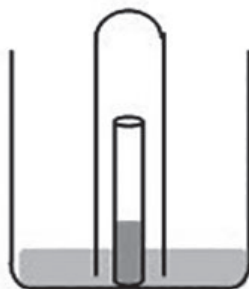

Figura 6. Tubo invertido para capturar hidrógeno.
- Mientras se está realizando la reacción anterior, invierta otro tubo de ensayo vacío y seco sobre el primero, tal como se ilustra en la figura 6.